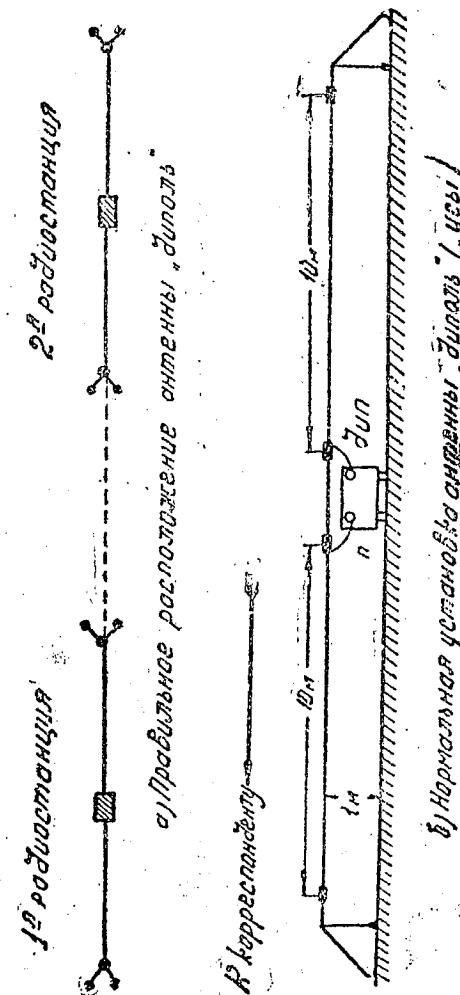

Рис. 7. Установка антенны „диполь“
3. Колена штыря собираются в две мачты по четыре колена в каждой. Затем растягиваются „усы“ и крепятся на мачты, удерживаемые оттяжками. Под мачты подкладываются деревянные втулки-башмаки. Оголенные места антенного провода не должны касаться травы и ветвей. Располагать мачты необходимо так, чтобы они лежали в створе на линии, соединяющей радиостанцию с ее корреспондентом (см. рис. 7а и 7б).